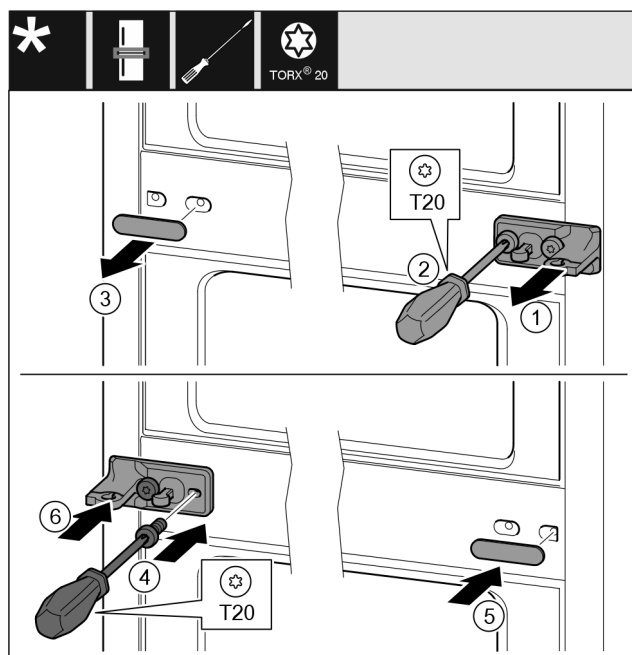

Fig. 42
- ▶ Zdjąć podkładkę Fig. 42 (1).
- ▶ Wykręcić śruby Fig. 42 (2) przy użyciu śrubokręta.
- ▶ Zdjąć ostrożnie osłonę Fig. 42 (3).
- ▶ Płytkę zawiasu wraz z folią Fig. 42 (4) obrócić o 180° przykręcić z drugiej strony.
- ▶ Osłonę Fig. 42 (5) obrócić o 180° założyć z drugiej strony.
- ▶ Wsunąć podkładkę Fig. 42 (6) od przodu.